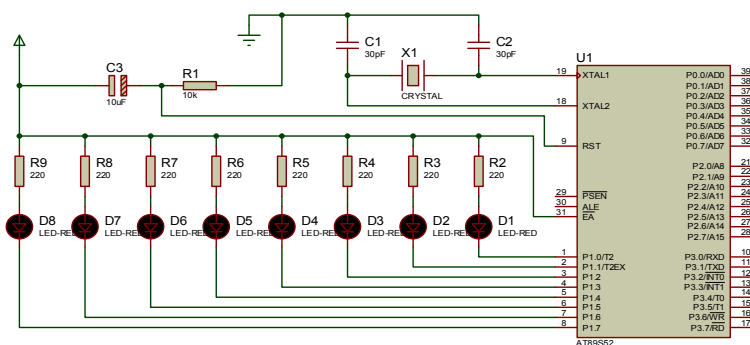

图 2-1 LED 循环点亮电路
按照工作任务要求，LED 循环点亮电路是由单片机最小应用系统和 8 个 LED 电路构成，如图 2-1 所示。
(3) 放置元器件，编辑元器件，放置终端，连线。按图 2-1 所示放置元器件并连线。
(4) 属性设置。先右击后单击元器件电容 C1，在弹出的 Edit Component 对话框中将电容量改为 30pF，单击 OK 按钮完成元器件电容 C1 的属性编辑。同样的方法编辑其他元器件属性。
(5) 电气规则检测。单击“工具”→“电气规则检查”命令，弹出检查结果窗口，完成电气检测。若检测出错，根据提示修改电路图并保存，直至检测成功。